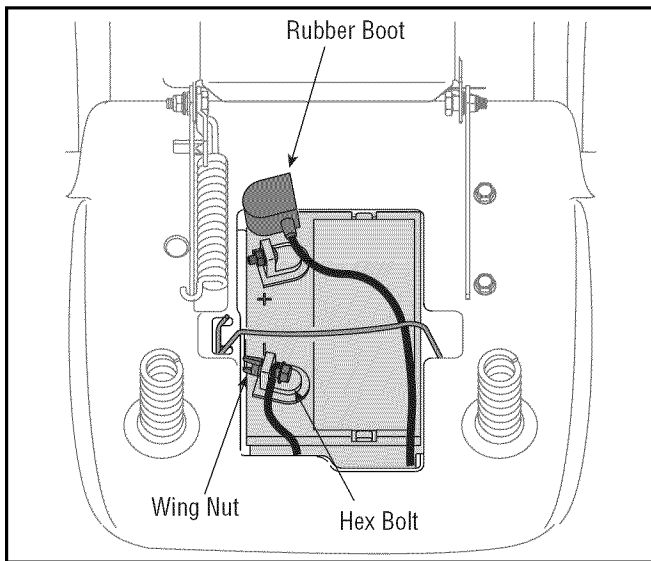

Figura 3
- Asegúrese de que la tira de sujeción hacia abajo esté en la posición correcta sobre la batería, sujetando dicha batería en su lugar. Vea la Figura 3.